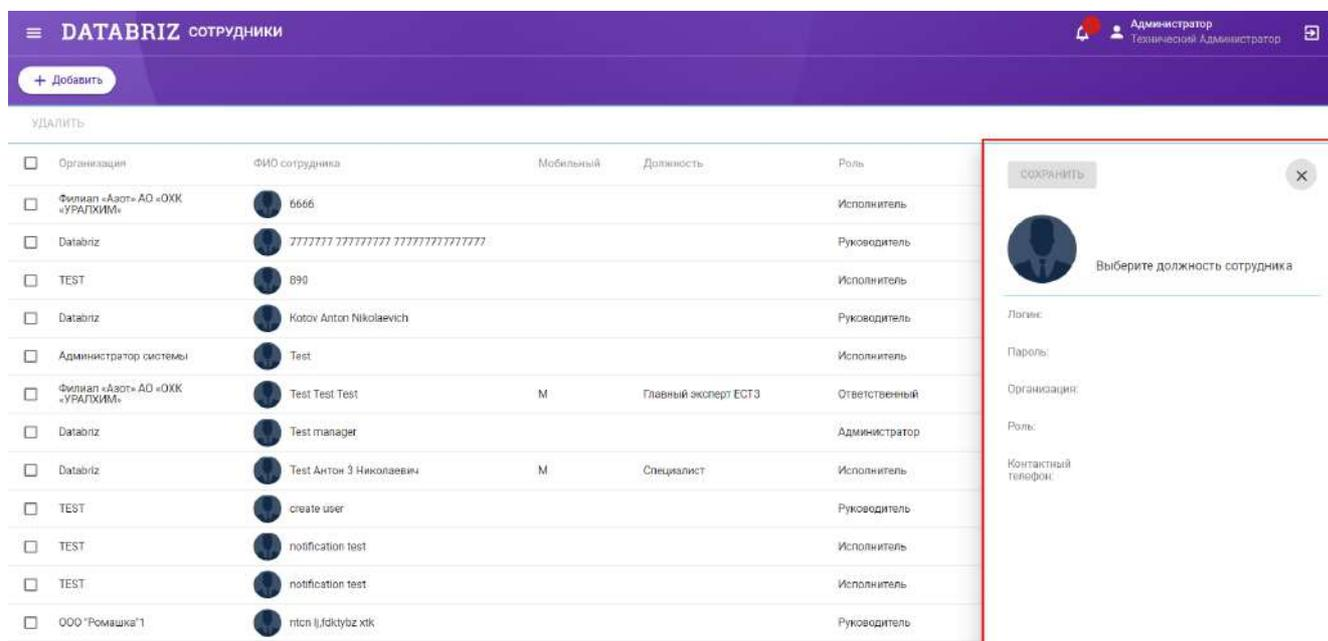

Рисунок 10 — Добавление сотрудника
5. Добавление сотрудника. Нажмите на кнопку «Добавить» в верхнем левом углу: откроется боковая карточка создания пользователя. Внесите данные и сохраните карточку нажатием на кнопку «Сохранить», отменить сохранение данных можно нажатием на крестик в верхнем правом углу карточки (см.рис.10);